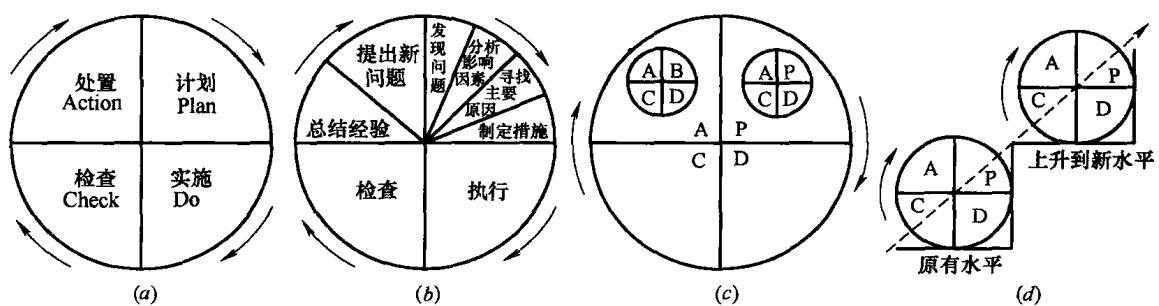

图 1-1 PDCA 循环的特点
① PDCA 四个阶段 [图 1-1 (a)]：
① 策划（计划）阶段：又称 P (Plan) 阶段，为质量策划阶段，主要是在调查研究的
② 实施阶段：又称 D (Do) 阶段。包含计划行动方案的交底和按计划规定的方法与要求展开工程作业技术活动两个环节。
③ 检查阶段：又称 C (Check) 阶段，就是检查生产（设计或施工）是否按计划执行，其效果如何。
④ 处置（处理）阶段：又称 A (Action) 阶段，就是采取纠正和预防措施，处理存在的问题和总结经验教训。
2) PDCA 八个步骤 [表 1-1、图 1-1 (b)]：
子体系的关系，是大环带小环、互相制约、互为补充的有机逻辑整体〔图 1-1 (c)〕。
③ 连续性与渐进性：循环前进，阶梯式上升。PDCA 循环不是停留在一个水平上的循环，不断解决问题的过程就是水平逐步上升的过程，一般来说，上一级的循环是下一级循环的依据，下一级的循环是上一级循环的落实和具体化〔图 1-1 (d)〕。
④ 统计的工具：PDCA 循环应用了科学的统计观念和处理方法，分析过程和产品的质量、特性及趋势，以发现产品改进和采取预防措施的机会。